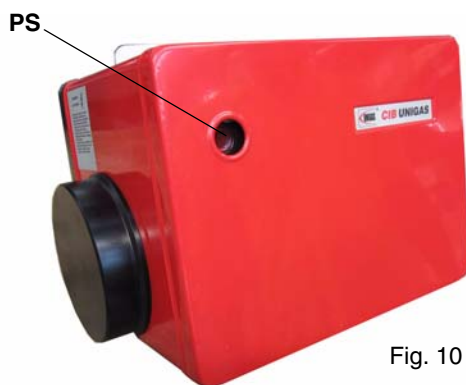

Fig. 10
- 9 allumer le brûleur ; si le brûleur se bloque, actionner le bouton de déblocage (**PS** - Fig. 10) situé en haut du brûleur et répéter l'opération